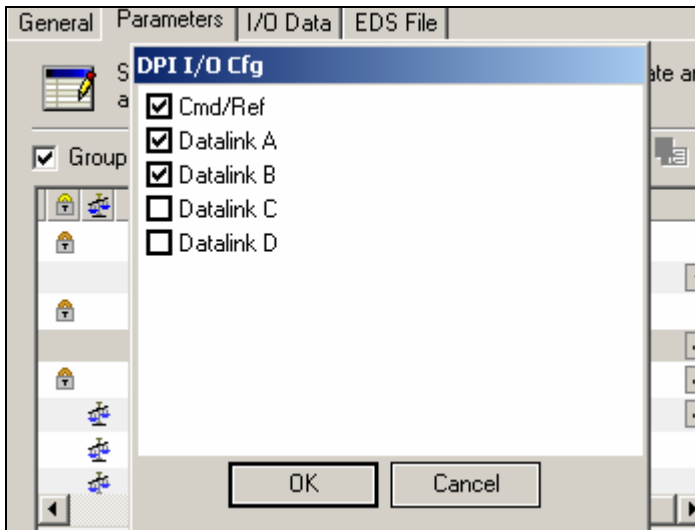

图 14
- ② 如图 14 所示设定 890 号参数（通讯端口 IO 配置）。
对于 PF700 VC 变频器来说，Logic Command/Status 和 Reference/Feedback 的数据长度都各是 16 位，Datalink A（包括 A1 和 A2）和 Datalink B（包括 B1 和 B2）的数据长度都是 64 位，因此，如图 14 所示进行配置，实际上我们定义了扫描器和适配器之间传输的数据长度为 20 个 Bytes。